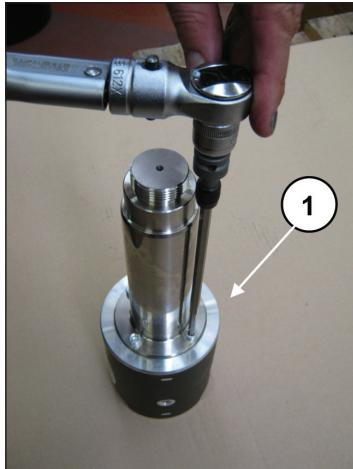

Рис. 38
Для того чтобы отделить шток от направляющей поршня, нужно открутить винты с цилиндрической головкой M6 специальным ключом (поз. ①, Рис. 38).